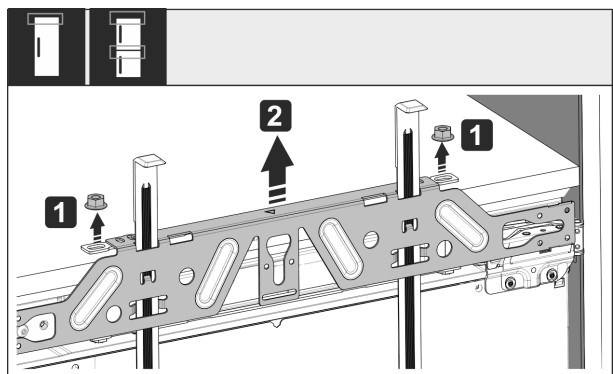

Fig. 55
- Kontermuttern Fig. 55 (1) lösen.
- Befestigungstraverse Fig. 55 (2) abnehmen.